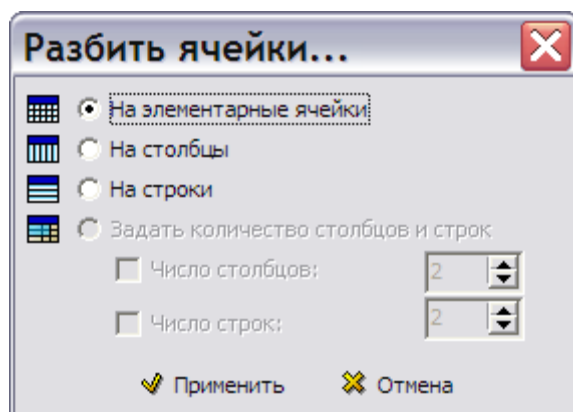

Рис. 5.64
2. В контекстном меню выберите команду **Разбить ячейки...**. После этого откроется одноименное диалоговое окно (Рис. 5.64).